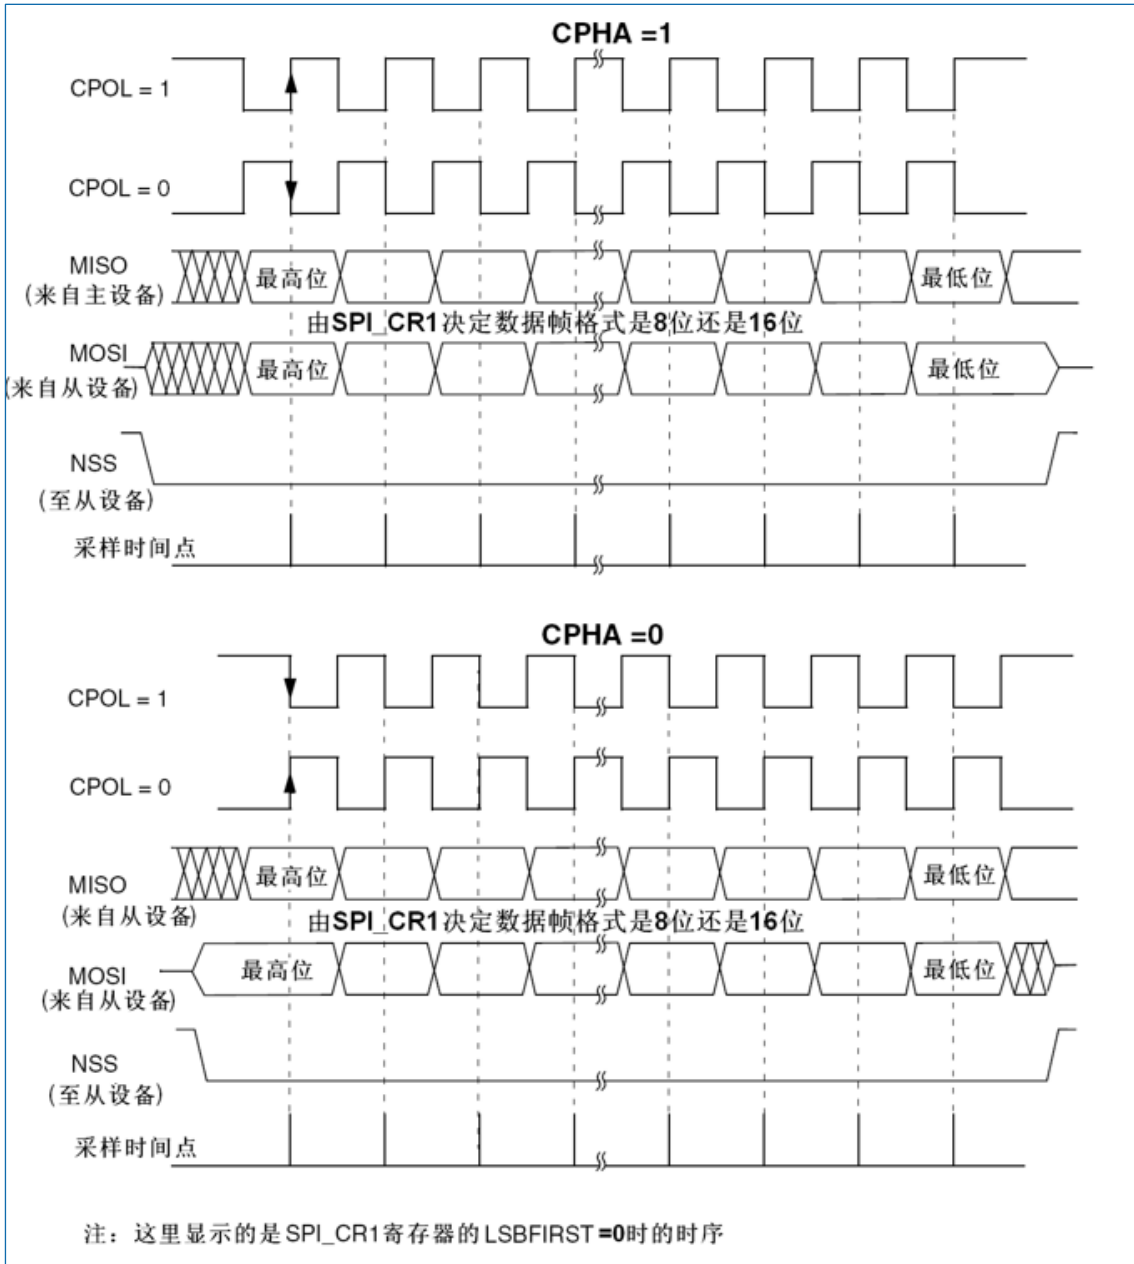

图 20-3 数据时钟时序图
2. 选择 CPOL 和 CPHA 位来定义数据传输和串行时钟之间的相位关系 (见图 20-3)。为保证正确的数据传输, 从设备和主设备的 CPOL 和 CPHA 位必须配置成相同的方式。
2. 选择 CPOL 和 CPHA 位, 定义数据传输和串行时钟间的相位关系 (见图 20-3)。